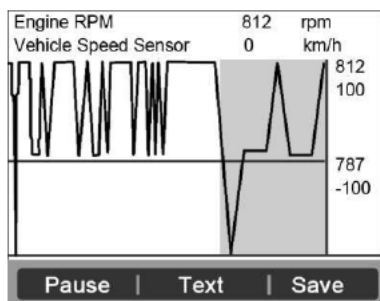

Рисунок 6.12
- Если в нижней части при выборе данных о параметрах появляется пункт **"Graphics"** (График), доступна графическое представление данных. Выберите **Graphics** для просмотра графика. (Рисунок 6.12) На экране появляются название данных о параметрах, текущее значение, максимальное и минимальное значения.